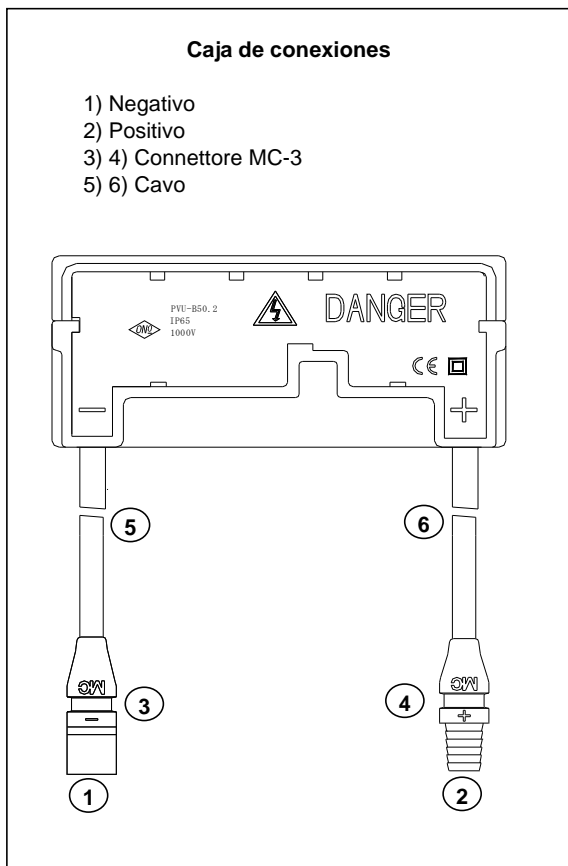

Figura 3: Scatola di giunzioni
- Un terminale è dedicato ad una polarità (con i simboli della polarità incisi sulla scatola di giunzione) (vedi Figura 3).